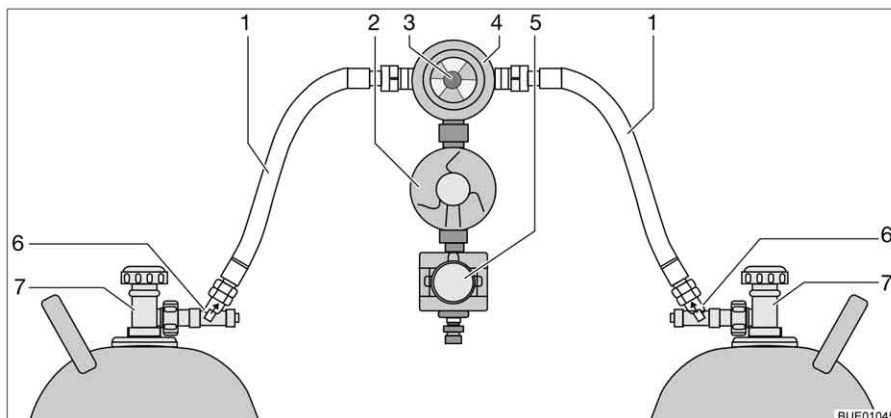

Fig. 160 Impianto di commutazione Crash Protection Unit
La Crash Protection Unit consiste di due limitatori di flusso con sblocco manuale (Fig. 160,6), di una valvola di commutazione (Fig. 160,4) con regolatore di pressione (Fig. 160,2), di una elettrovalvola (Fig. 160,5) e di una centralina di controllo con LED a tre colori. La valvola di commutazione viene montata tra i due tubi del gas (Fig. 160,1).
Con la manopola (Fig. 160,3) sulla valvola di commutazione è possibile stabilire, quale delle bombole del gas viene utilizzata come bombola in uso e quale bombola del gas viene utilizzata come bombola di riserva.
Sulla centralina di controllo (Fig. 161) possono venire azionate solo le funzioni elettriche. Le valvole principali di arresto delle bombole del gas (Fig. 160,7) e gli sblocchi (Fig. 160,6) devono essere aperti a mano.
- Aprire le valvole principali di arresto delle bombole del gas (Fig. 160,7).
- Premere gli sblocchi (Fig. 160,6) uno dopo l'altro per 10 secondi.
- Con la manopola (Fig. 160,3) sulla valvola di commutazione (Fig. 160,4) selezionare la bombola del gas, da cui proviene la principale alimentazione del gas (bombola in uso).
- Chiudere le valvole principali di arresto delle bombole del gas (Fig. 160,7).